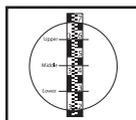

Fig.7
- Voorbeeld: in Fig.7 zijn de waarden 3,601 m en 3,309 m, de afstand tussen het instrument en de meetlat is dus $(3,601 \text{ m} - 3,309 \text{ m}) \times 100 = 29,2\text{m}$